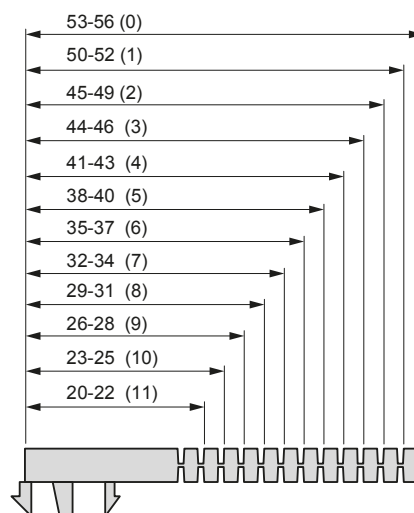

Fig 11
Ex: 41–43 (4) anger intervall för glastjocklek och antal stripps som klipps bort. Fig 11.